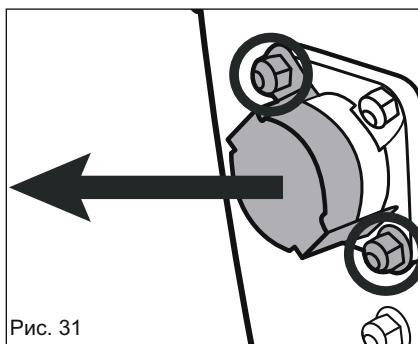

Рис. 31
- Снимите бункер (4)
- Чтобы обеспечить доступ к оси лезвия, снимите две гайки с крышками оси лезвия (14) (рис. 31).